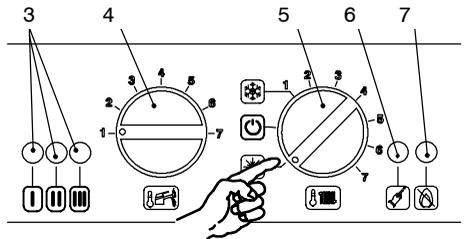

fig. 8.9
- 9 Posizionare il selettore 5 come indicato in fig. 8.9 per uscire dalla programmazione.